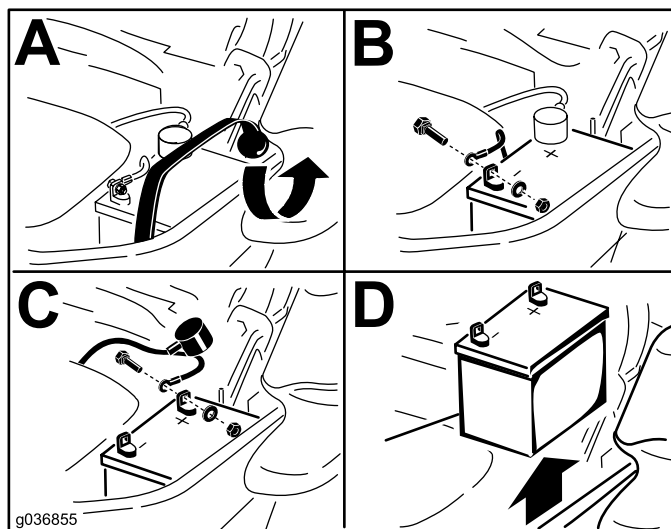

Figure 81
3. Retirez la batterie, comme montré à la Figure 81.
1. Placez la batterie dans son support en tournant les bornes à l'opposé du réservoir hydraulique (Figure 81).
4. Fixez les câbles avec 2 boulons, 2 rondelles et 2 contre-écrous (Figure 81).
6. Fixez la batterie en place à l'aide de la sangle en caoutchouc (Figure 81).